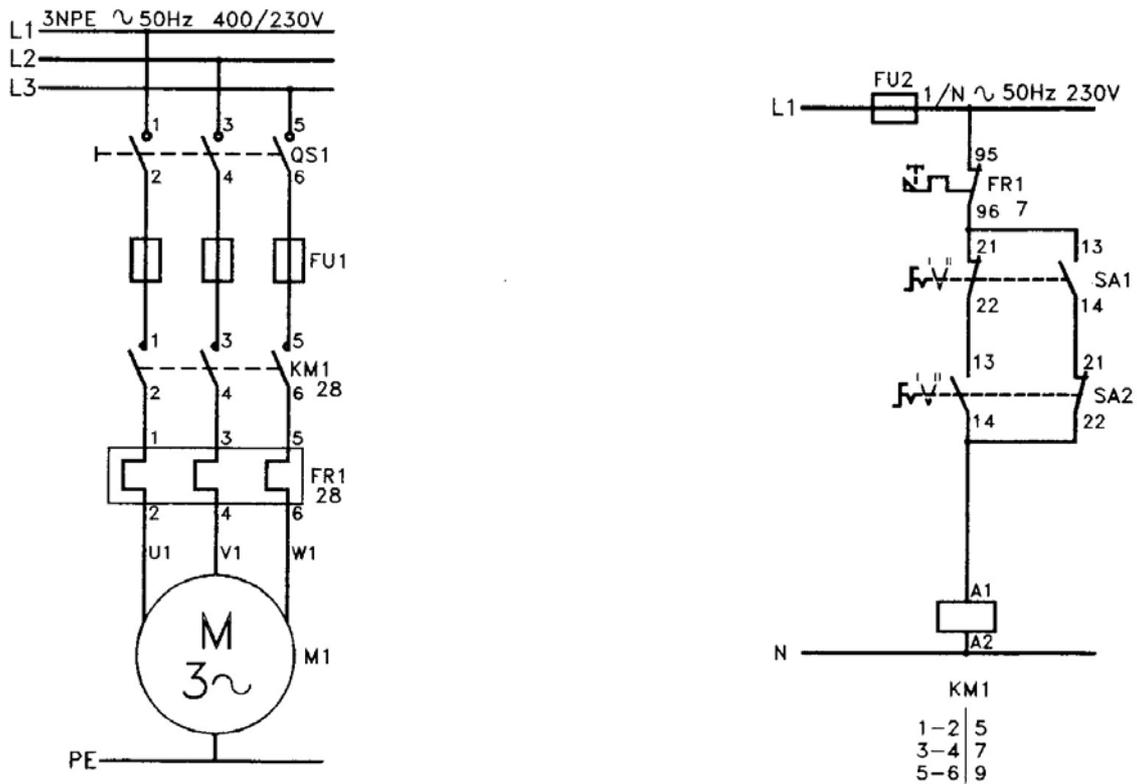

Figura 4
3. En la figura 4, se presenta el esquema eléctrico de un circuito básico con contactor que utiliza dos conmutadores (SA1 y SA2). Explicar claramente su funcionamiento, así como la función de todos sus componentes (2 puntos).